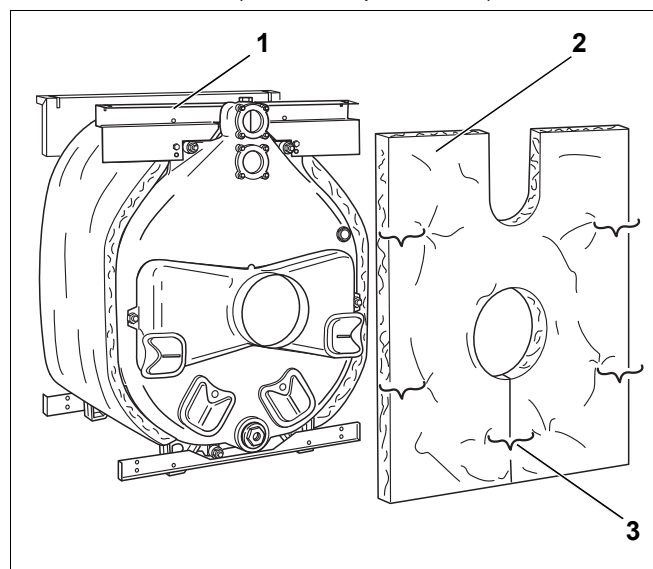

Рис. 33 Монтаж теплоизоляции задней секции
- Наденьте теплоизоляцию задней секции (рис. 33, [2]) на патрубок отвода дымовых газов. При этом вырез для подающей и обратной линии должен быть направлен вверх.
- Прикрепите теплоизоляцию задней секции двумя пружинными стяжками к задней верхней траверсе (рис. 33, [1]).
- Разрез под патрубком дымовых газов стяните пружинной стяжкой (рис. 33, [3]).